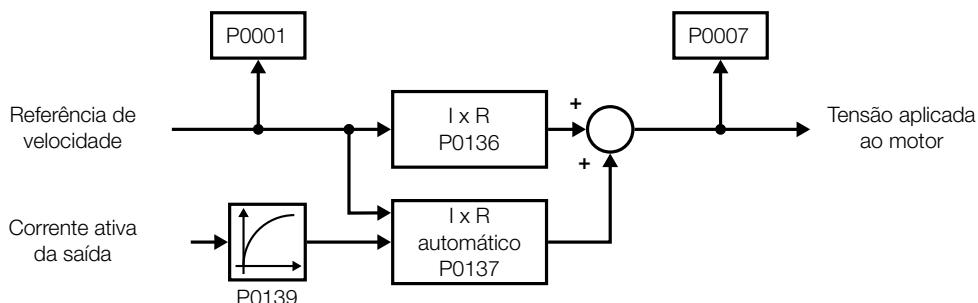
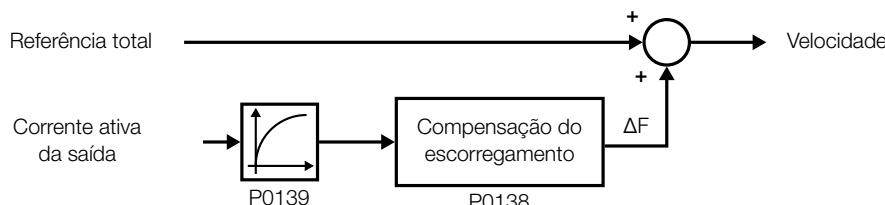

Figura 5.10: Diagrama de blocos do P0137
Figura 5.12: Diagrama de blocos P0138 (escalar)
- Consulte a Figura 5.10 na página 5-19 e Figura 5.12 na página 5-20.